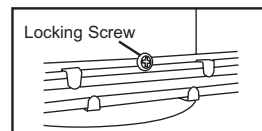

Fig. 4
Step 2. Slide fixture along bar hangers into desired location. Use locking screw to secure (Fig. 4)
Paso 2. Deslice el accesorio a lo largo de las barras de suspensión hacia la posición deseada. Use el tornillo de bloqueo para fijarlo (Fig. 4).
Étape 2. Faites coulisser le luminaire le long des barres de suspension jusqu'à l'emplacement désiré. Utilisez une vis de blocage pour l'assujettir (Fig. 4).